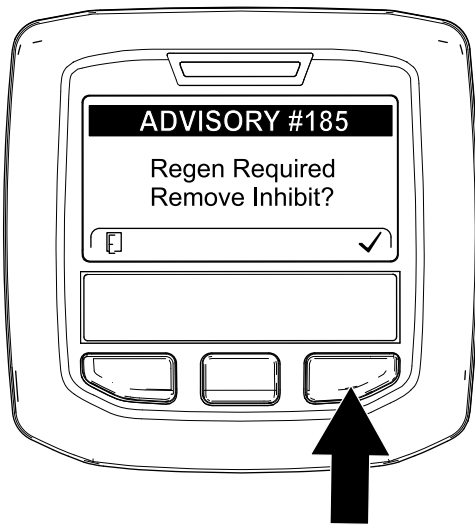

Рисунок 50
**Примечание:** Если настройка INHIBIT REGEN (ЗАПРЕТ РЕГЕНЕРАЦИИ) установлена на ON (Вкл.), дисплей инфо-центра покажет ИНФОРМАЦИОННОЕ СООБЩЕНИЕ № 185 (Рисунок 50). Нажмите кнопку 3, чтобы установить настройку запрета регенерации на КОГДА ИДЕТ ПРОЦЕСС РЕГЕНЕРАЦИИ СО СБРОСОМ, НА ДИСПЛЕЕ ИНФО-ЦЕНТРА ОТОБРАЖАЕТСЯ ЗНАЧОК ВЫСОКОЙ ТЕМПЕРАТУРЫ ВЫХЛОПА, и продолжайте регенерацию со сбросом.